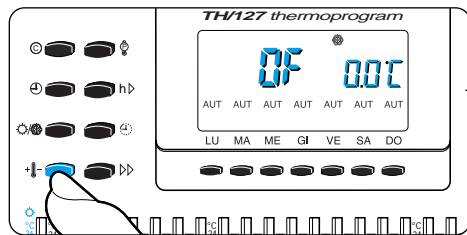

Fig. 38
13.1 - Premere il pulsante \pm (fig. 38).